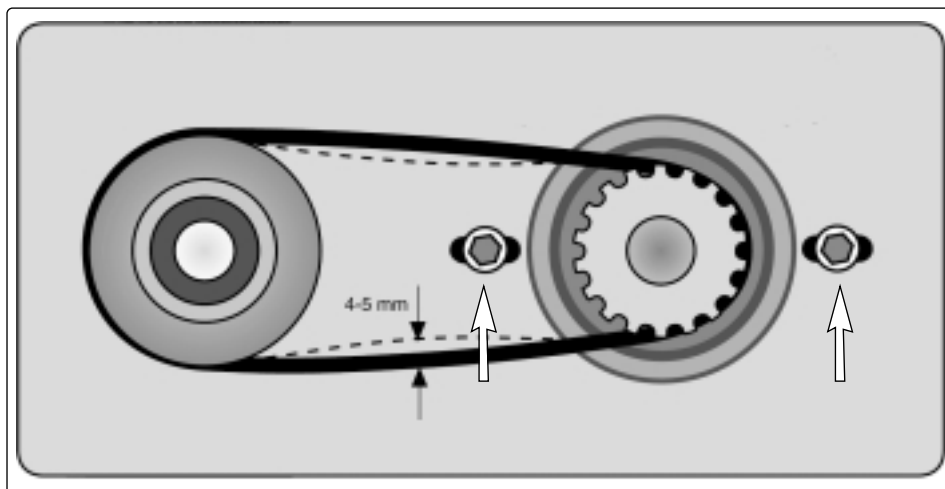

Abb. 38. Die Riemenspannung lässt sich einstellen, wenn die beiden Schrauben gelöst sind.
4. Überprüfen Sie die Riemenspannung. Der Riemen ist korrekt gespannt, wenn er sich 4-5 mm eindrücken lässt, siehe Abb. 38.